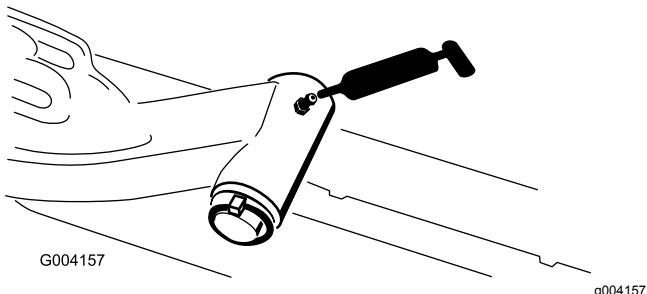

Figura 49
- Eje pivotante del brazo de elevación (1 en cada)—Figura 49